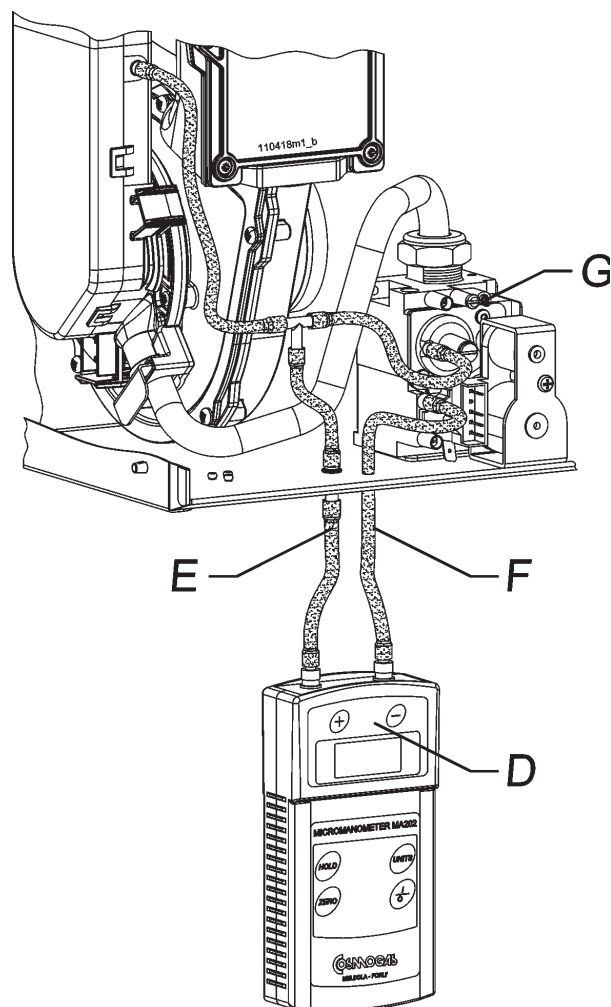

Figura 27 - Controllo pressione aria comburente
- inserire un tubo "F" che va dal manometro, passando per l'apertura del tappo "B", fino alla presa di pressione "C" (come da figura 27);
- il collegamento deve essere realizzato come da figura 27, rispettando scrupolosamente la polarità delle pressioni, evidenziata sul manometro;